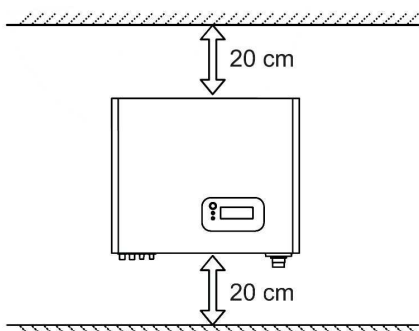

Fig.1
- Per garantire la convezione naturale del radiatore, lasciare uno spazio di almeno 20 cm al di sopra e 20 cm al di sotto dell'apparecchio (**Fig. 1**).